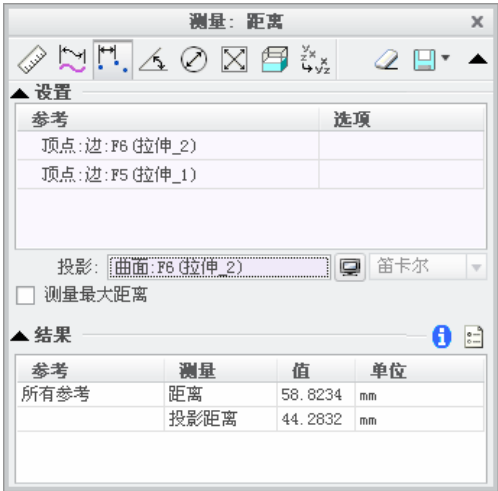

图 8.1.9 “测量：距离”对话框
Step10. 测量点与点间的投影距离，投影参考为平面。在图 8.1.9 所示的“测量：距离”对话框中进行下列操作：
(4) 在图 8.1.9 所示的“测量：距离”对话框的结果区域中，可以查看测量的结果。